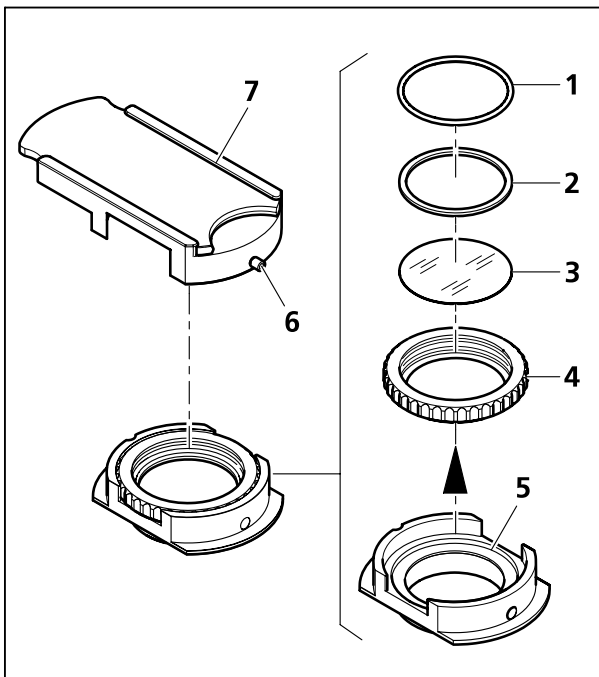

Fig. 12 Extraction du filtre jaune du coulisseau
- Desserrez la vis de blocage (Fig. 12/6) et sortez le porte-filtre (Fig. 12/5) du coulisseau (Fig. 12/7) par le bas.
- Retirez la bague moletée (Fig. 12/4) et le filtre coloré qui reposent dans le porte-filtre.
- Sortez les deux joints (Fig. 12/1 et 2) figurant dans la bague moletée, appuyez légèrement sur le filtre jaune (Fig. 12/3) pour l'extraire et rangez-le pour un usage ultérieur.